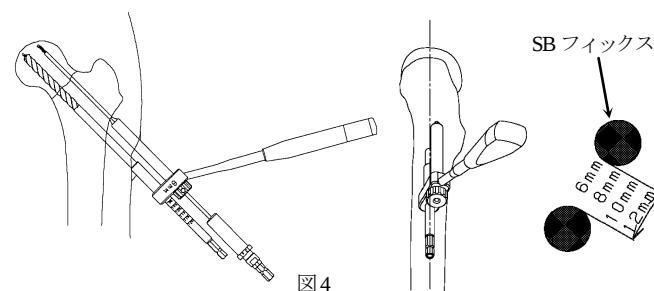

図 4
- パラレルガイドにガイドピンスリーブを組み付け、遠位中空ドリルをガイドに近位ガイドピンを刺入します。近位の SB フィックスが軸斜像で頸部後方の皮質に支えられるよう刺入します。(図 4) 3.2 ガイドピンアダプタを必ず使用して下さい。遠位ドリル後端との干渉を防止します。SB フィックスの間隔が 6mm, 8mm, 10mm 又は 12mm を選択できます。